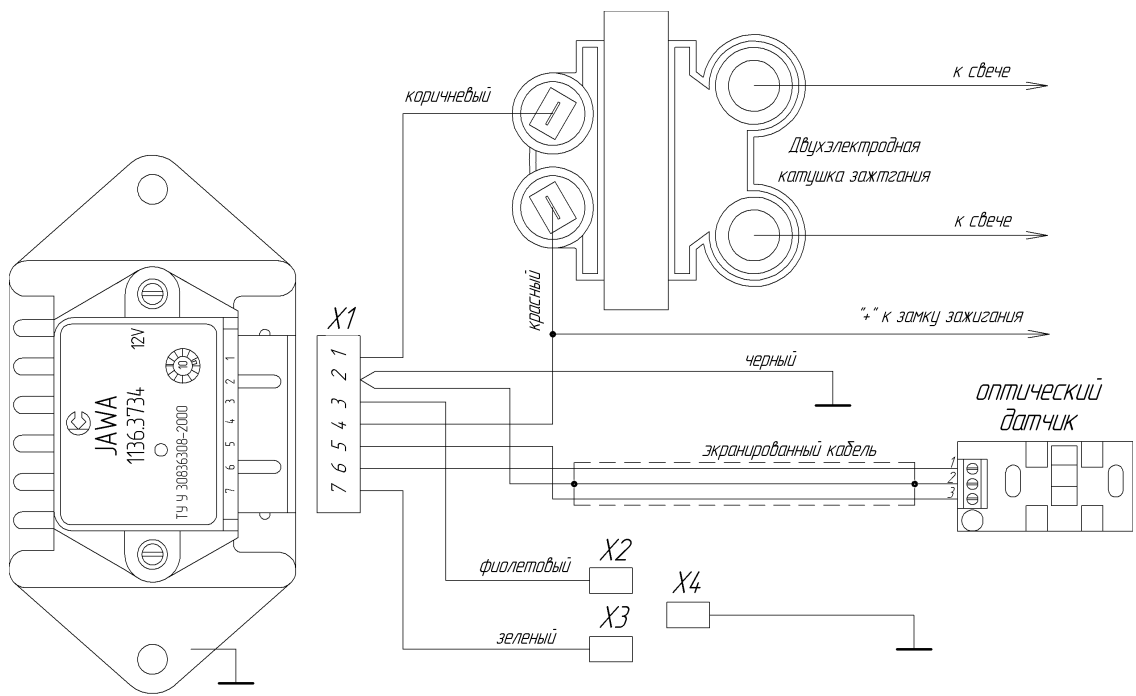

Рис. 5.1. Схема установки МПБСЗ на мотоциклы.
4.8. Установите на мотоцикл двухэлектродную (автомобильную) катушку зажигания (3012.3705, 4412.3705, 406.3705, 3022.3705) и высоковольтные провода с распределенным сопротивлением (любые силиконовые автомобильные). Установите зазор между электродами свечей 0,7 - 0,8 мм. Присоедините коричневый провод (контакт №1) к одному из контактов катушки, присоедините ко второму контакту катушки зажигания красный провод (контакт №4), к этому же контакту (проводу) присоедините провод «+» от замка зажигания, смотрите рис.5.1.